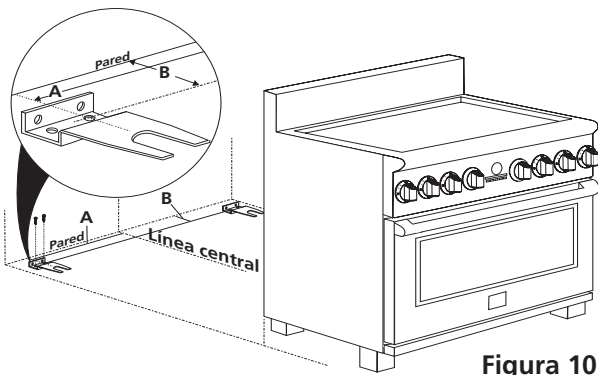

Figura 10
5. Quite la plantilla y coloque los soportes en piso (véase figura 10). Alinee los agujeros en soporte con las marcas en piso y una el soporte usando los tornillos proporcionados. El soporte se debe asegurar al piso sólido. Si se ajusta a un piso concreto, primero taladre agujeros con un diámetro de 3/16" (4.8 milímetros) usando un taladro de la albañilería.